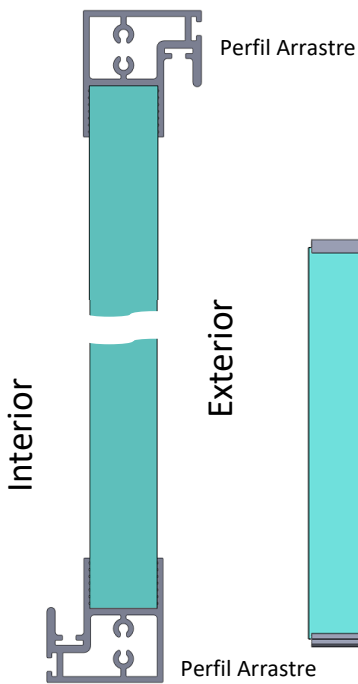

Figura 36
- En los paneles intermedios, los perfiles de arrastre deben de estar orientados de forma opuesta (figura 36).